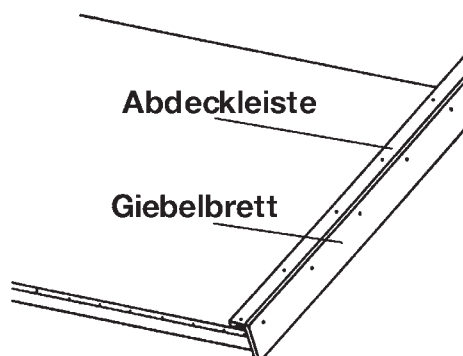

Abbildung 12
11) Als nächstes montieren Sie die **Giebelbretter und die Abdeckleiste** auf die Dachfläche und verschrauben diese mit First, Seitenwandbohle und Traufkantenbrett (**Abb. 12**).